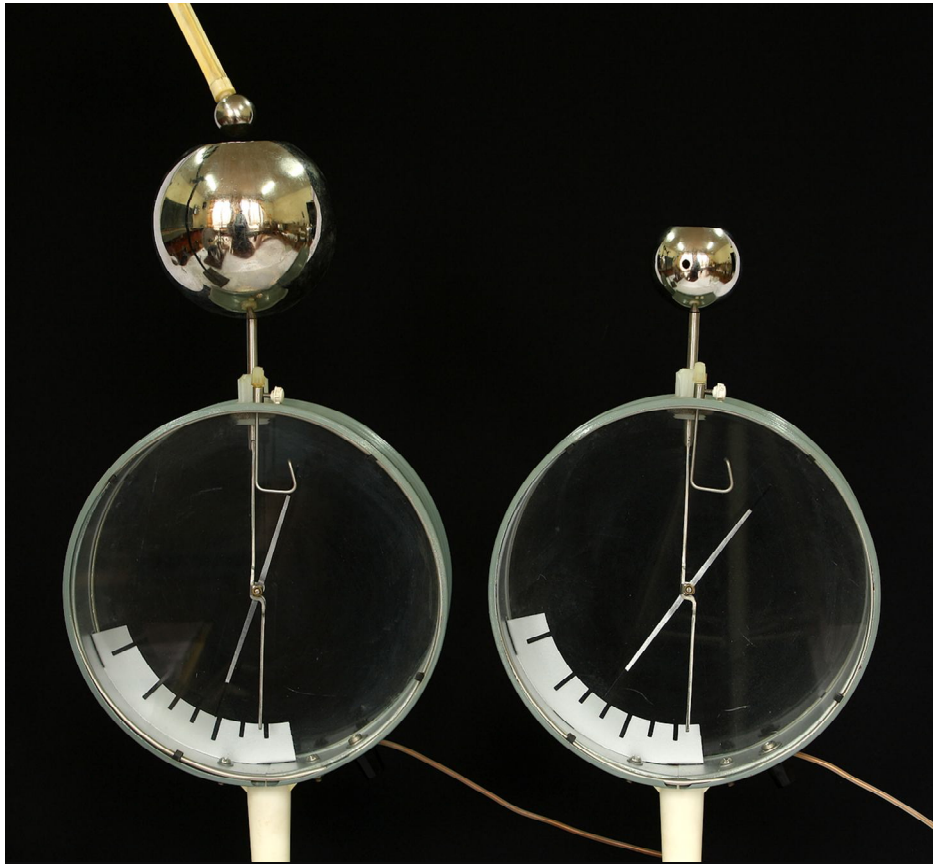

Рис. 16
1. Надіньте на два електрометра кульові кондуктори: на один – великий, а на другий – малий, і заземліть корпуси електрометрів (рис. 16). Зарядіть банки електрофорної машини, зробивши декілька обертів. Пробною кулькою швидко перенесіть з електрофорної машини на кульові кондуктори однакові заряди. Для цього торкніться пробною кулькою кондуктора машини і внесіть кульку в середину кулі електрометра, доторкнувшись до неї. Цю процедуру виконайте декілька раз.